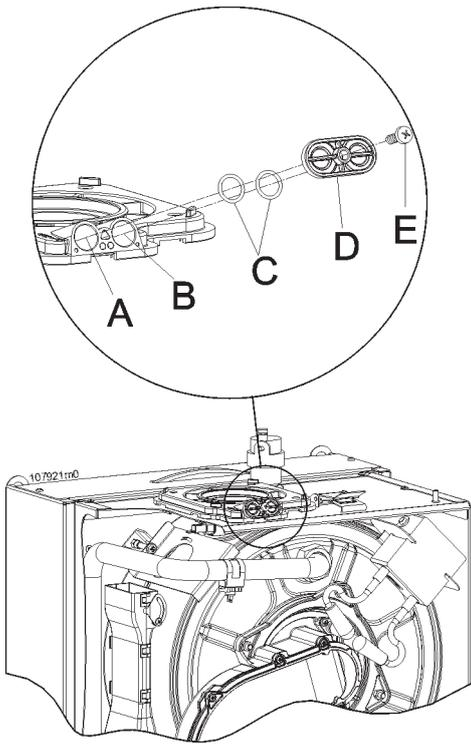

Рисунок 36 - Место для снятия проб отработанных газов
- установить анализатор отработанных газов на штуцер на переходнике отвода отработанных газов "B" рис. 36;